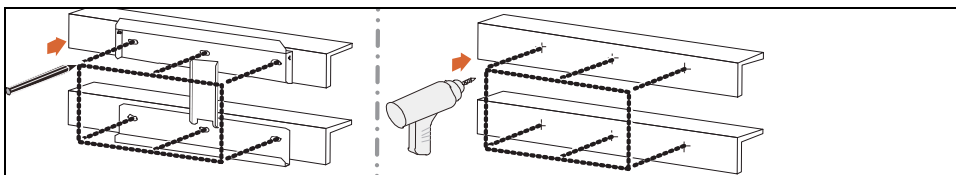

Рис. 2-7 Отметьте и просверлите отверстия в металлической раме
3. Используйте кронштейн для разметки отверстий на металлической раме. см. рис. 2-7.
4. Просверлите отверстия в металлической раме, см. рис.2-7. Используйте сверло, подходящее для болта М10.